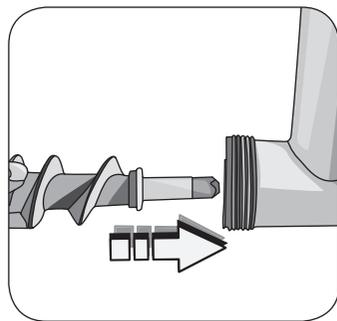

Fig. 2
- Inserire la vite senza fine (S) nella tramoggia (Fig. 2).